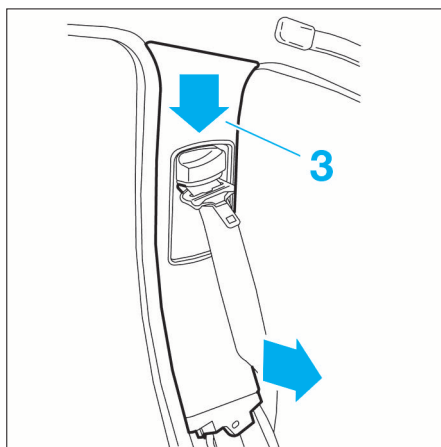

FIG. 8
• Dégrafer la garniture supérieure (3) du montant de pied de milieu en commençant par le bas puis la dégager du montant de pied de milieu en tirant à la verticale (Fig.8).